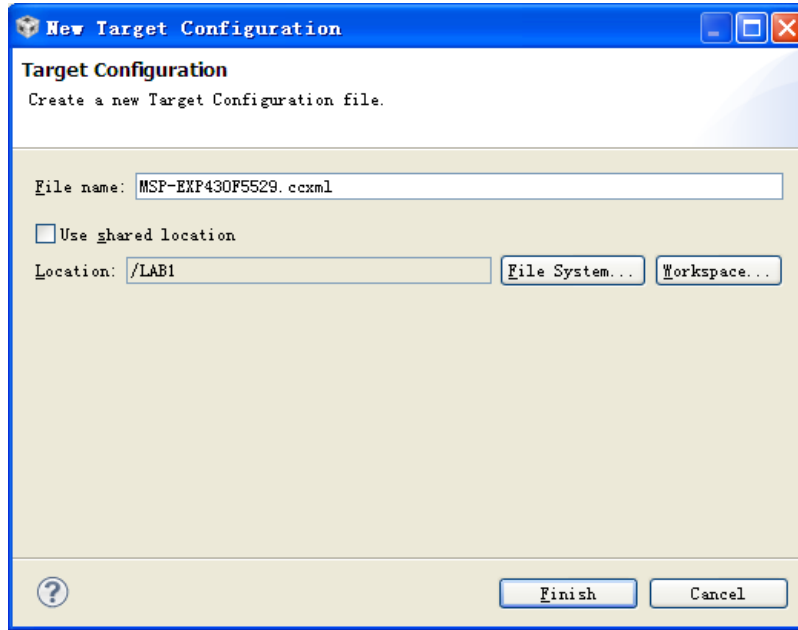

图 1.19 目标配置文件名
(3) 在 File name 中键入后缀为.ccxml 的配置文件名，由于创建 F5529 开发板的目标配置文件，因此，将配置文件命名为 MSP-EXP430F5529.ccxml，如图 1.19 所示。